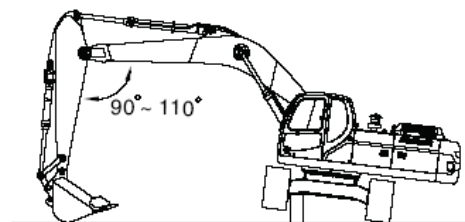

Рис. 138
2. Измерить расстояние (А, рис. 138) между нижней частью боковой рамы и верхней частью нижнего ходового башмака. Для работы на большинстве типов поверхностей рекомендуется натяжение 320-340 мм.